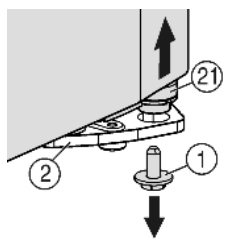
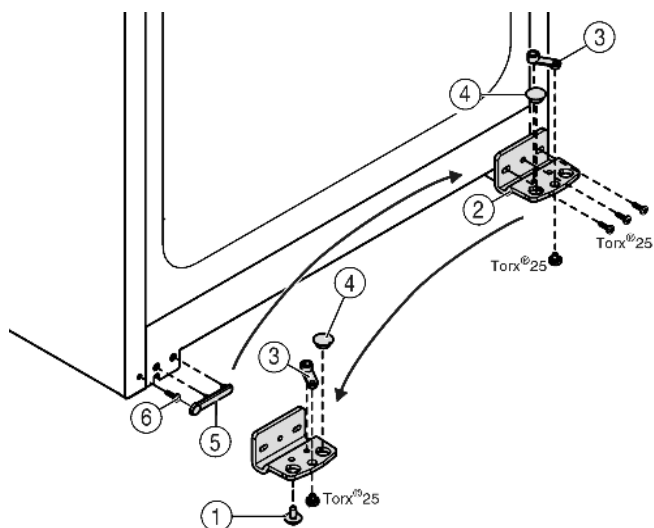

Fig. 5
Fig. 6
- ▶ Na dole po prawej stronie odkręcić śrubę zabezpieczającą Fig. 5 (1) z płytki zawiasu.
- ▷ Trzpień zawiasu Fig. 5 (21) luzuje się w płytce zawiasu Fig. 6 (2).
- ▶ Jeśli trzpień zawiasu Fig. 5 (21) nie poluzuje się, należy wycisnąć go od dołu.
- ▶ Odkręcić płytkę zawiasu Fig. 6 (2).
- ▶ Odkręcić element zawiasu Fig. 6 (3), przenieść do przeciwnego otworu zawiasu i tam dokręcić.
- ▶ Zatycki Fig. 6 (4) wyjąć z płytki zawiasu i przenieść do przeciwnego otworu zawiasu.
- ▶ Ostrożnie podnieść osłonę Fig. 6 (5) od strony uchwyty.
- ▶ Wykręcić śrubę Fig. 6 (6) i ponownie wkręcić po przeciwnej stronie.
- ▶ Ponownie założyć osłonę Fig. 6 (5).
- ▶ Przykręcić mocno płytkę zawiasu Fig. 6 (2) na nowej stronie (z siłą 4 Nm), w razie potrzeby za pomocą wkrętarki akumulatorowej.
- ▶ Śrubę zabezpieczającą Fig. 5 (1) wkręcić w trzpień zawiasu i mocno dokręcić (z siłą 4 Nm).